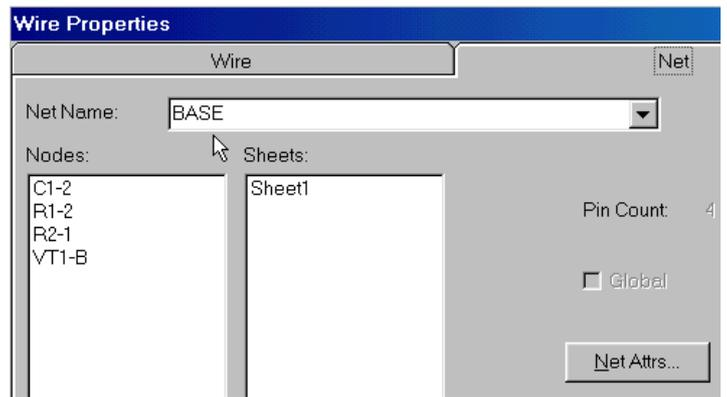

Рис. 6-12. Задание имени цепи
6) На закладке *Net* в окне ввода имени *Net Name* наберите **BASE** (см. рис. 6-12) и нажмите кнопку ОК для окончания диалога.